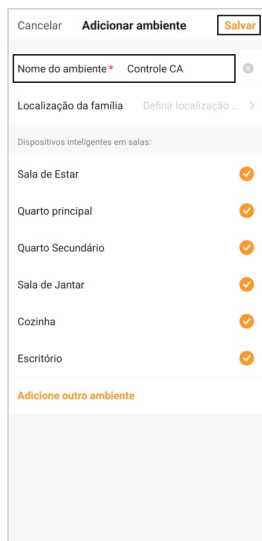
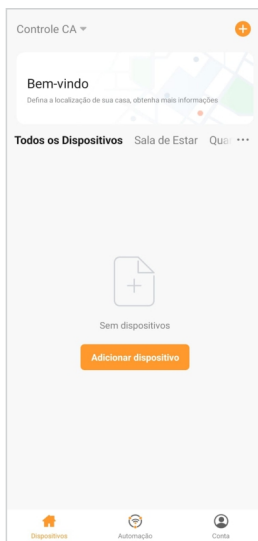

Figura 4
Figura 5
3. Defina un nombre de ambiente y haga clic en **"Guardar"** (figura 4). ¡Listo! Su nuevo ambiente está creado. Ahora simplemente añada la cerradura H30 Black WiFi al nuevo ambiente (figura 5).